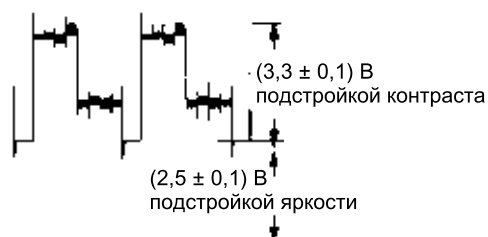

Рис. 4. Регулировка яркости и контрастности
5. Отрегулируйте яркость, а затем контрастность таким образом, чтобы уровень синхроимпульсов и амплитуда сигнала соответствовали показанным на рис. 4. При несоответствии формы сигнала отрегулируйте насыщенность.